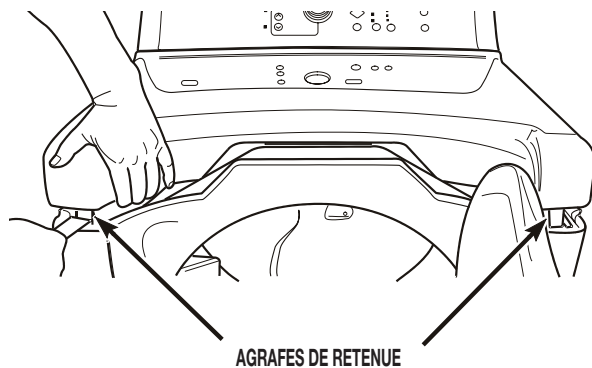

FIGURE 1
1. Soulever la table de la sécheuse. Utiliser un couteau à mastic pour dégager les agrafes (exercer une pression contre les agrafes de gauche et de droite) et les séparer de la table de la sécheuse. Incliner doucement la table de la sécheuse vers le mur; veiller à ne pas détériorer la table de la sécheuse ou le mur. Consulter la *Figure 1*.